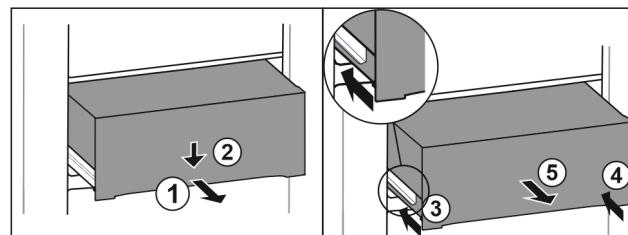

Fig. 85
- 将抽屉拉出一半。 Fig. 85 (1)
► 朝下按压正面的抽屉。 Fig. 85 (2)
► 将左侧轨道推入大约 2 cm。 Fig. 85 (3)
► 将右侧轨道推入大约 2 cm。 Fig. 85 (4)
► 朝前取出抽屉。 Fig. 85 (5)